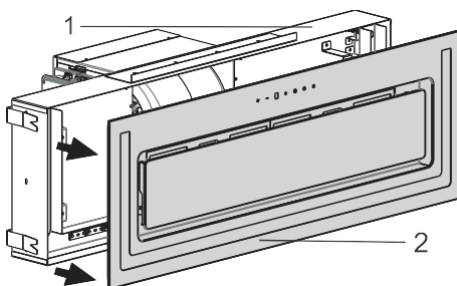

Fig. 12
4. ➔ Separera nu glaspanelen från ventilatorn. (Fig. 12)